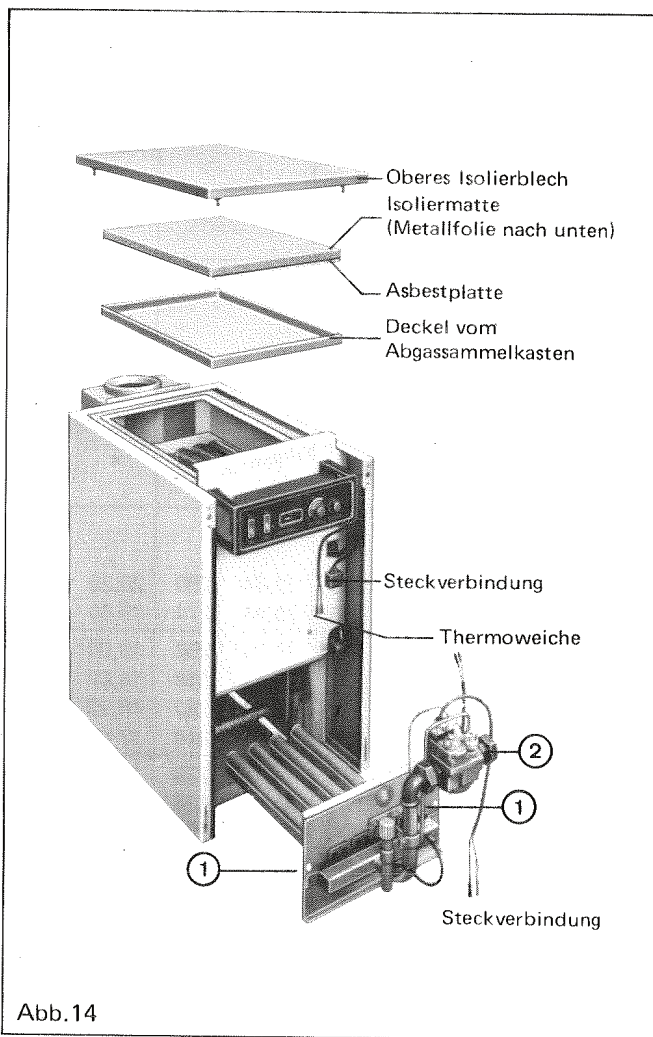

Abb.14
- b) Oberes Isolierblech, Isolierung und Asbestplatte abnehmen, siehe Abb.14.
- d) Brenner ausbauen, dazu Muttern ① und Verschraubung ② lösen. Kabel an Steckverbindung lösen. Flachsteckverbindungen an der Thermoweiche lösen.